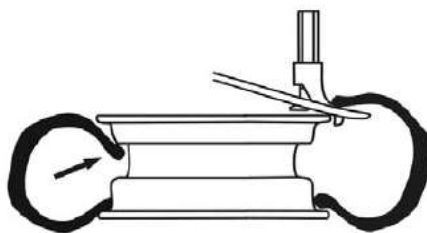

Abb. 34
- Heber drücken (2) und Rad anpressen (1), bis die Radoberkante in Position gemäß Abb. 34 ist. Heber langsam anpressen, bis sich die Radoberkante an den Montagekopf anhängt.